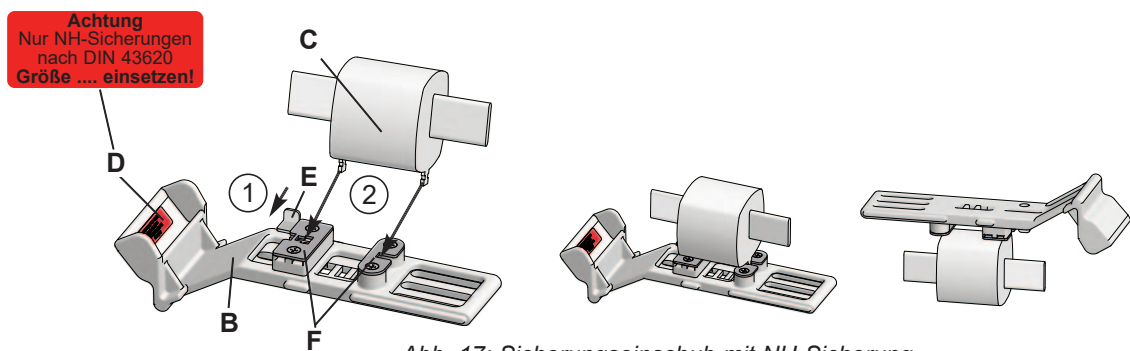

Abb. 17: Sicherungseinschub mit NH-Sicherung
Passende NH-Sicherung (C) auswählen. Den Sperrhebel (E) am Sicherungseinschub (B) in Pfeilrichtung schieben ①. (siehe Abb. 17) Sicherung mit den Haltetaschen in den Aufnahmekäfig (F) einführen ②, dann Sperrhebel (E) loslassen. Welche NH-Sicherungseinsätze bei welchem Sicherungseinschub verwendbar sind, entnehmen Sie dem Hinweisschild NH-Sicherungsgröße (D) am Lastschaltssystem.